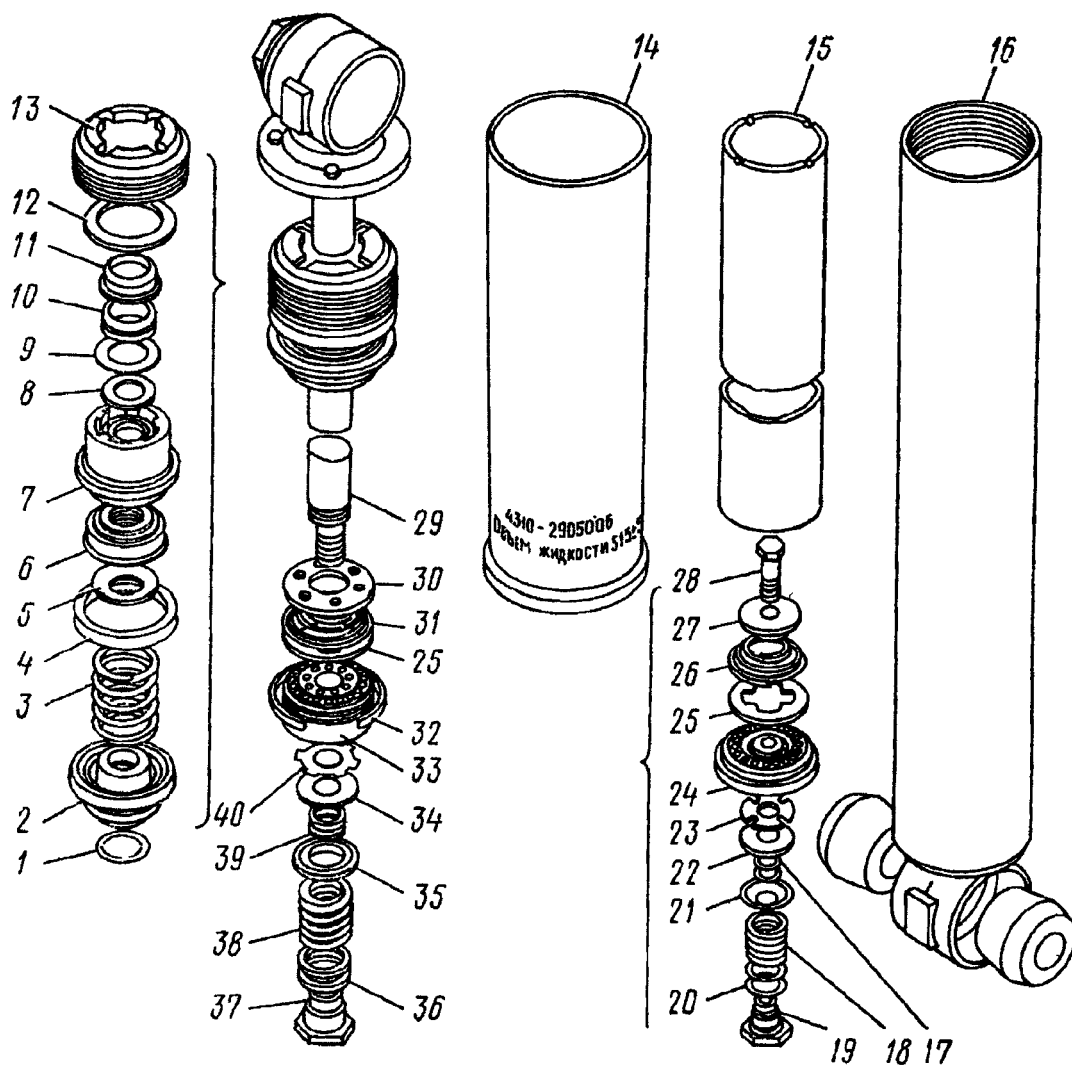

Рис. 238. Амортизаторы передние:
2. Отверните гайку 13 (рис. 238)	Ключ гайки амортизатора
<p>— биеие внутренней поверхности направляющей штока относительно наружной более 0,05 мм. Поршень амортизатора. Не допускаются: — трещины и обломы; — наружный диаметр поршня менее 49,8 мм</p> <p>Сборка амортизатора</p> <p>11. Закрепите в тисках стержень 28 (см. рис. 238) клапана сжатия, установите на него ограничительную тарелку 27, пружину 26 впускного клапана (меньшим опорным витком к ограничительной тарелке), тарелку 25 перепускного клапана, корпус 24 клапана сжатия, дроссельный диск 23, диск 22 клапана сжатия (3 шт.), шайбы 17 клапана сжатия (2 шт.), тарелку 21, пружину 18</p> <p>12. Установите на гайку 19 клапана сжатия регулировочные шайбы 20.</p> <p>Техническое условие. Количество регулировочных шайб 20 и шайб 17 клапана сжатия подберите с таким расчетом, чтобы усилие сжатия собранного амортизатора при скорости 0,2 м/с составляло 589—883 Н (60—90 кгс), а при скорости 0,52 м/с 1177—1564 Н (120—160 кгс).</p> <p>13. Затяните гайку 19 клапана сжатия с моментом 19,6—24,4 Н·м (2—2,5 кгс·м)</p> <p>14. Закрепите в тисках верхнюю проушину штока (штоком вверх). На шток 29 наденьте гайку 13, прокладку 12, обойму 11 верхнюю сальника, сальник 10 верхний, шайбу 9, сальник 8 штока войлочный, обойму 7 с сальником 6 штока и сальником 4 резервуара (собранных ранее), шайбу 5, пружину 3 и направляющую 2 штока с сальником 1</p> <p>15. На шток 29 установите ограничительную тарелку 30, пружину 31 перепускного клапана, тарелку 25 перепускного клапана, поршень 33 с поршневым кольцом 32, диск 40 дроссельный, диск 34 клапана, тарелку 35 клапана отбоя, шайбы 36, пружину 38</p> <p>Техническое условие. Количество шайб 36 клапана отбоя подберите с таким расчетом, чтобы усилие отбоя, собранного амортизатором при скорости 0,2 м/с, составляло 1764—2534 Н (180—240 кгс), при скорости 0,52 м/с 3630—4316 Н (370—440 кгс)</p> <p>16. Заверните гайку 37 клапана отбоя с моментом 35,3—39,2 Н·м (3,6—4,0 кгс·м)</p> <p>17. Закрепите резервуар 16 в тисках за нижнюю головку, установите клапан сжатия в сборе и рабочий цилиндр 15</p> <p>18. Залейте в цилиндр амортизационную жидкость АЖ-12Т</p> <p>19. Вставьте шток с поршнем в цилиндр 15 в сборе с резервуаром 16 и клапаном сжатия и медленно опустите</p> <p>20. Вставьте направляющую 2 штока и обойму 7 сальников, отверткой заправьте сальник 4 резервуара</p> <p>21. Заверните гайку 13 резервуара с моментом 177—196 Н·м (18—20 кгс·м) и снимите амортизатор с тисков</p> <p>22. Испытайте собранный амортизатор на стенде, который должен включать:</p> <p>— механизм, обеспечивающий возвратно-поступательное перемещение поршня с частотой 1,67 Гц (100±±2) кол/мин и ходом (100±1) мм;</p>	<p>Тиски, мягкие губки, молоток, плоскогубцы, отвертка</p> <p>—</p> <p>Ключ 17 мм</p> <p>Тиски, мягкие губки, плоскогубцы, отвертка</p> <p>То же</p> <p>Ключ 22 мм</p> <p>Тиски, мягкие губки</p> <p>Посуда для жидкости</p> <p>—</p> <p>Отвертка</p> <p>Ключ гайки амортизатора</p>